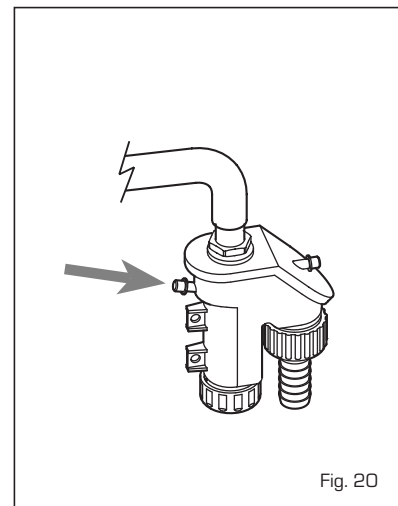

Fig. 20
4.5 MANTENIMIENTO (fig. 20)
esté lleno de agua[verificación necesaria especialmente cuando hace mucho tiempo que no se utiliza el generador]. El eventual llenado se efectúa con la boca correspondiente (fig. 20).